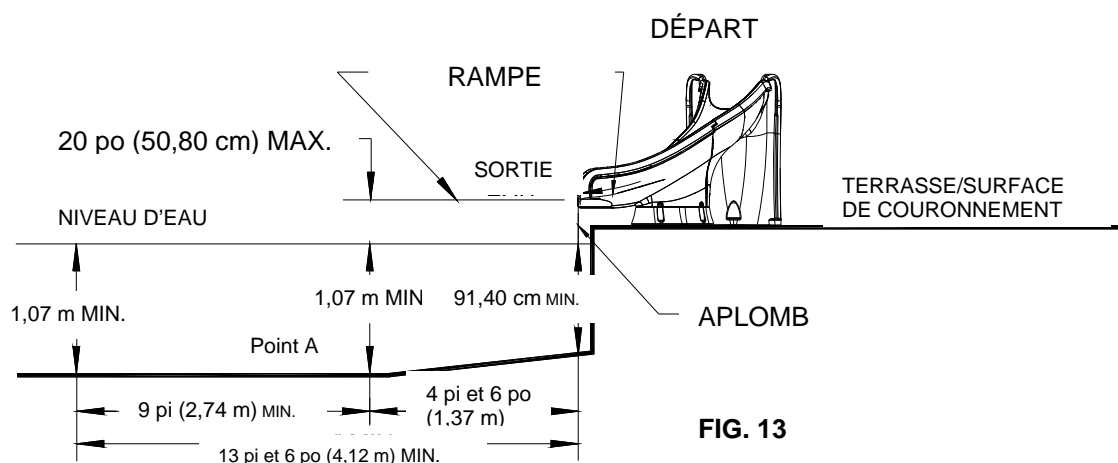

FIG. 13
1. Les dimensions nécessaires pour le positionnement du toboggan TYPHOON sont présentées aux **FIG. 13** et **14**.
- A. Le bout de la rampe ne doit pas être à plus de 20 po (50,8 cm) de la surface de l'eau comme illustré à la **FIG. 13**.
- C. La profondeur d'eau minimale à l'aplomb de la fin de la rampe du toboggan doit être de trois pieds (91,44 cm). Cette profondeur devient 4 pieds et 6 pouces (1,37 m) au point A, ce qui équivaut à une distance de 4 pieds et 6 pouces (1,37 m) de la fin de la rampe comme illustré à la **FIG. 13**.
6. Observez la position de sortie du toboggan comme l'illustrent les **FIG. 13, 14** et **16** aux pages 12 et 13.